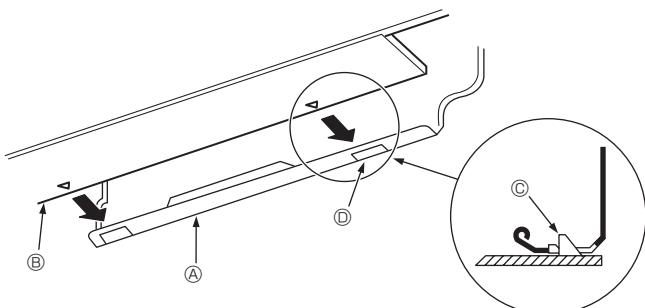

Fig. 3-10
3. Al introducir las tuberías de refrigerante y la manguera de drenaje en el orificio de penetración en la pared (manguito de penetración), cuelgue la parte superior de la unidad interior en la placa de montaje ①.
5. Fije la unidad en la placa de montaje ① empujando la parte inferior de la unidad. (Fig. 3-10)
* Asegúrese de que los tiradores de la parte inferior de la unidad interior estén bien enganchados en la placa de montaje ①.
① Placa de montaje
② Unidad interior
③ Gancho
④ Orificio cuadrado